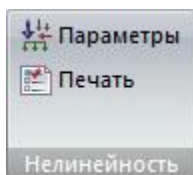

Рис.53. Панель Нелинейность
- **Нелинейность** (рис.53) – задание параметров, определяющих специфику и организацию шагового процесса для решения нелинейных задач;
Панель **Нелинейность** (рис.53) содержит следующие команды: